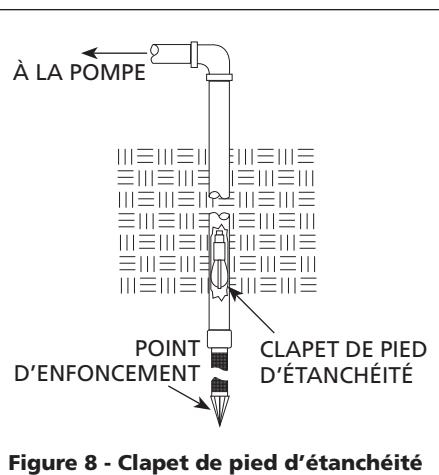

Figure 8 - Clapet de pied d'étanchéité
**Remarque:** Un clapet de pied d'étanchéité peut être installé dans le puits (Figure 8). Ce type de clapet de pied permet que le tuyau de puits se remplisse d'eau pendant l'amorçage et facilite la recherche des fuites. Suivre les instructions du fabricant pendant l'installation du clapet de pied.